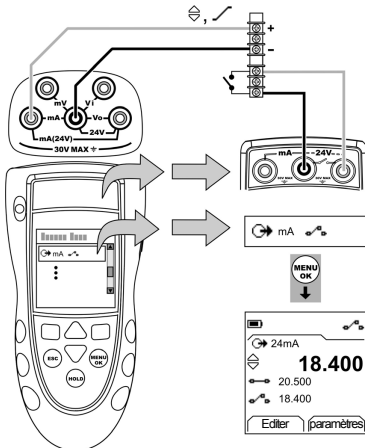

Figure 5 : Exemple de configuration - Test de contact
1. Connecter l'instrument (Figure 5) et, si nécessaire, régler la *Configuration* (Tableau 1).